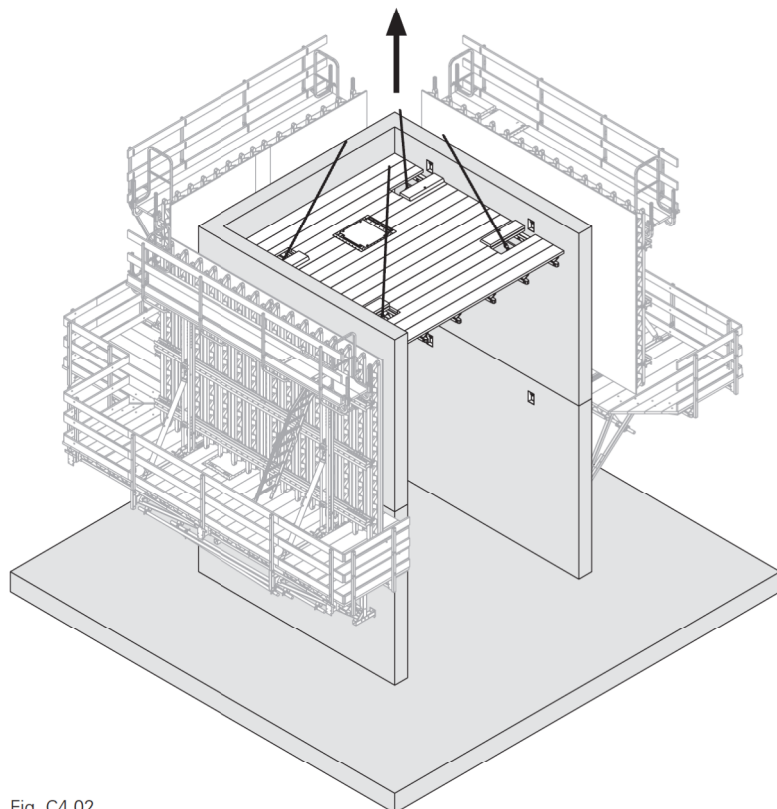

Fig. C4.02
6. Sollevare la cassaforma di ripresa BR e depositarla su un sostegno idoneo. (Fig. C4.02 + C4.03)